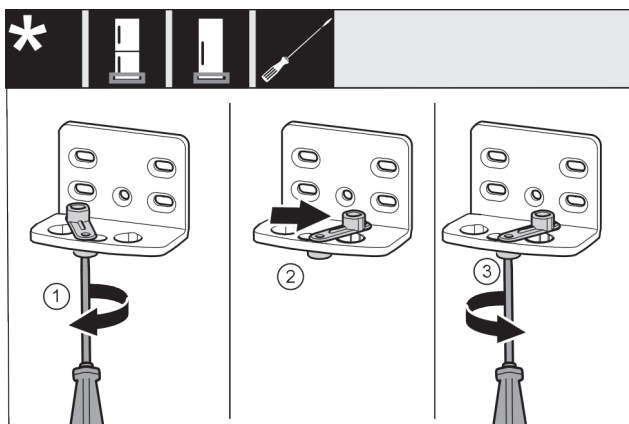

Fig. 19 \*
- Visser sans serrer la vis Fig. 19 (1) avec un tournevis.\*
- Soulever l'aide à la fermeture de la porte Fig. 19 (2) et la tourner à 90° vers la droite dans l'alésage.\*
- Serrer la vis Fig. 19 (3) avec un tournevis.\*